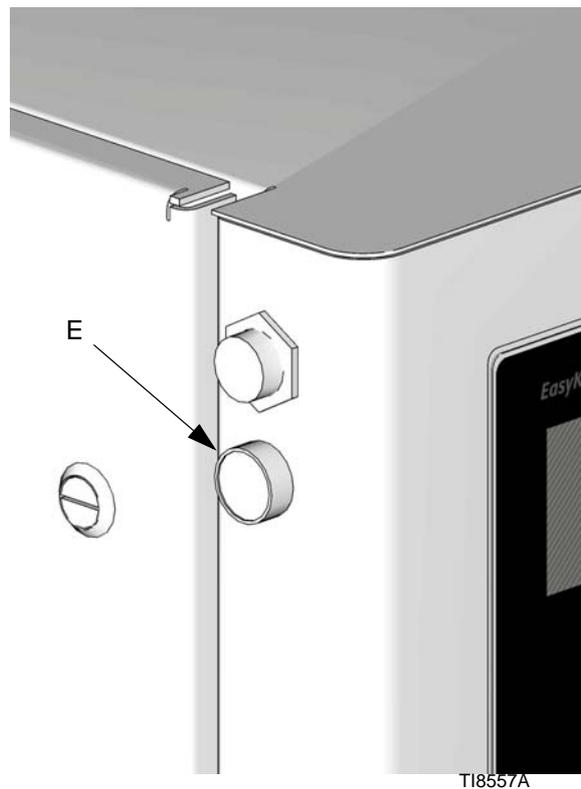

Рис. 44
Комплект для запроса технического обслуживания разработан, чтобы пользователь мог сообщить о возникшей проблеме, которую необходимо решить. Система продолжает работать, если не произошли серьезные ошибки. При нажатии кнопки запроса технического обслуживания (E) на дополнительном устройстве сигнальной стойки начнет мигать желтый индикатор, указывая на проблему. См. Рис. 44. В этот комплект входят привод кнопки и внутренний жгут, необходимый для ее подключения. Дополнительную информацию о сигнальной стойке см. в разделе «Комплект сигнальной стойки (253547)» на стр. 80.